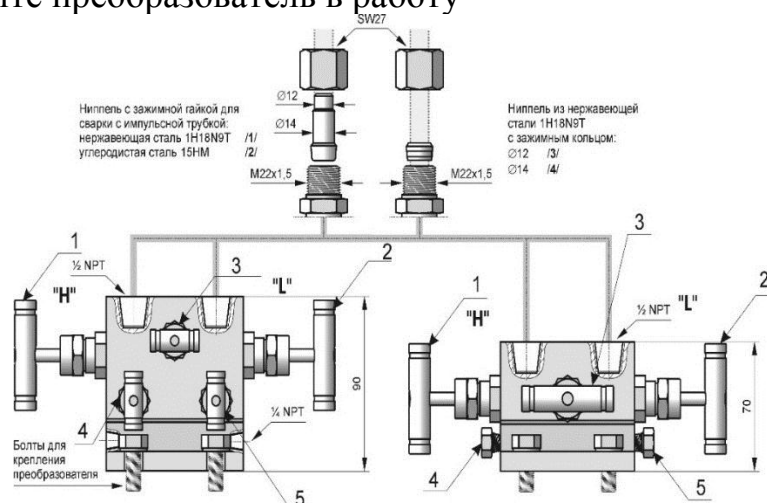

Рисунок 2 – Схема подключения вентиляей VM-3 и VM-5
2.2.12.1.1 Включение в работу преобразователей с вентилями VM-3 и/или VM-5 (рисунок 2) производится следующим образом: